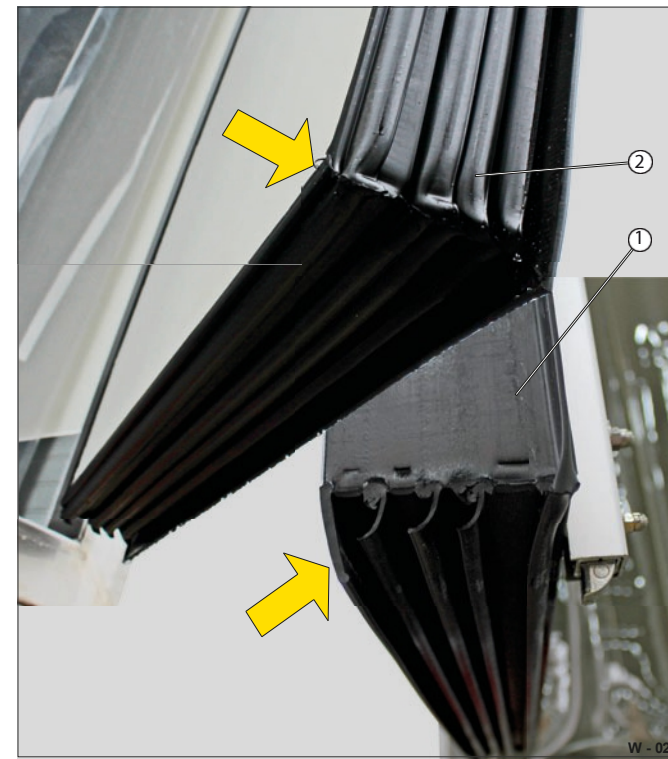

Fig. 12 Dørtetning 5-panel (fryser)
- Tørk av den indre tetningsflaten (fig. 12/1) og tetningsleppene (fig. 12/2) hele veien rundt med en fuktig klut.